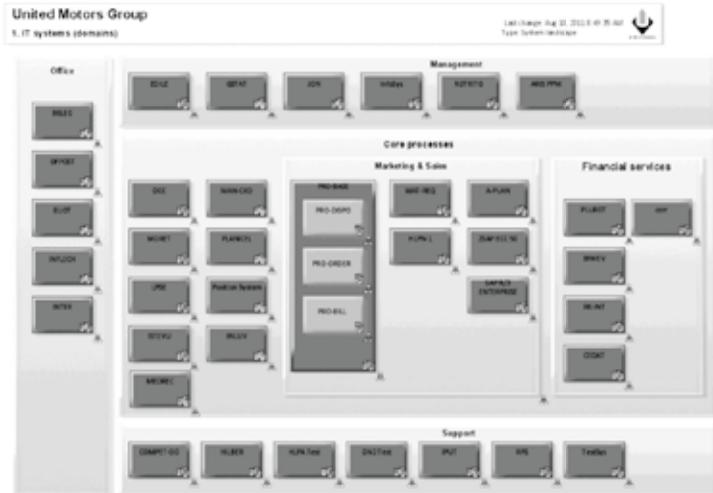

图3-4:应用场景
- **架构角色** - 企业架构师、业务分析员和流程负责人属于此类别，他们使用EA工具设计、构建、规划和变革。(见图3-4)